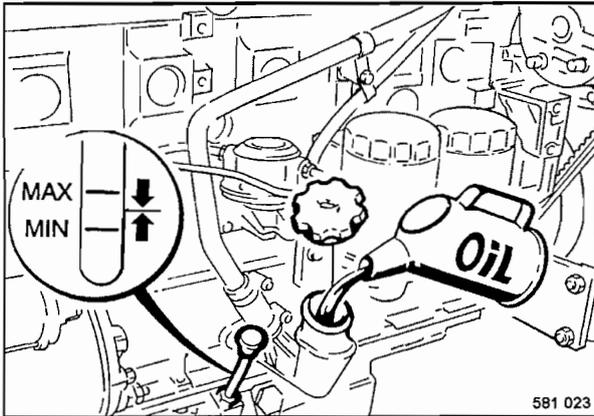

Fig. 78
- Rellenar nuevo aceite de motor (Fig. 78).